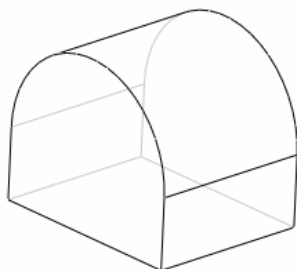

图 25-2
- (1) 单击菜单【文件】 【打开】命令。
- (2) 打开配书光盘中的文件“openexe25.prt”模型文件，如图 25-2 所示。